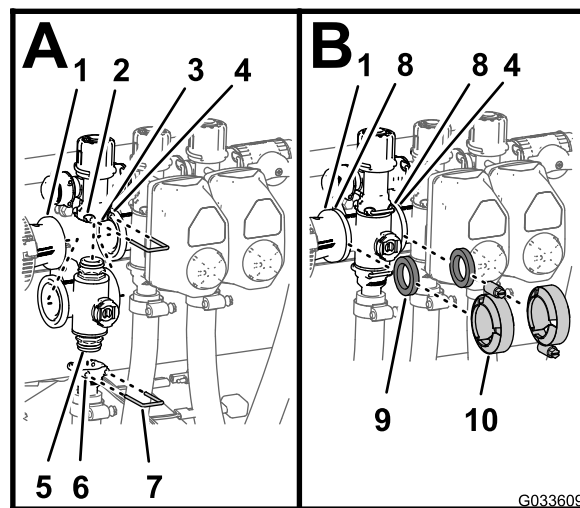

Рисунок 131
1. Вставьте верхний штуцер торцевой крышки коллекторного клапана в перепускной штуцер (Рисунок 131 А.).
2. Закрепите штуцер торцевой крышки на перепускном штуцере, вставив держатель в гнездо перепускного штуцера (Рисунок 131 А.).
3. Установите выпускной штуцер на нижний штуцер торцевой крышки коллекторного клапана (Рисунок 131 А.).
4. Прикрепите штуцер торцевой крышки к выпускному штуцеру, вставив держатель в гнездо выпускного штуцера (Рисунок 131А.).
5. Установите прокладку между фланцами переходной муфты и коллектором клапана секции (Рисунок 131В).
6. Смонтируйте переходную муфту, прокладку и коллектор клапана секции с помощью хомута, затянув его от руки (Рисунок 131В).
7. При установке 2 самых левых клапанов секций установите прокладку между фланцами 2 прилегающих коллекторов клапанов секций (Рисунок 131В).
8. Смонтируйте 2 находящихся рядом коллектора клапанов секций и прокладку с помощью хомута, затянув его от руки (Рисунок 131В).